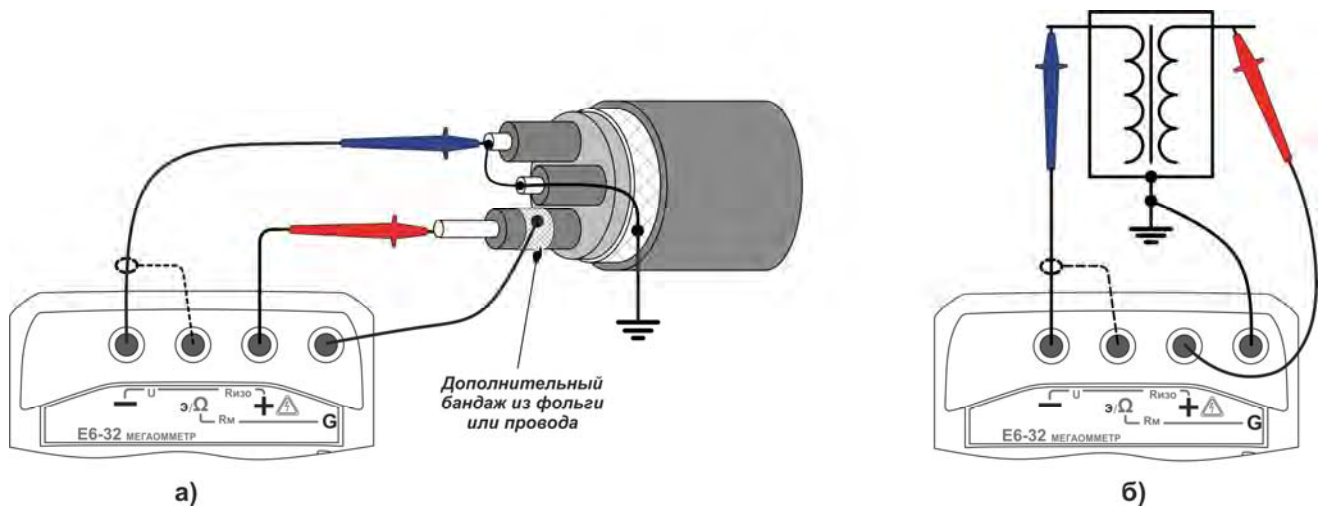

Рисунок 2.6 – Снижение влияния поверхностных токов утечки
*- обычно, если один из контактов измеряемого сопротивления заземлен (рисунок 2.6.а), то к нему рекомендуется подключать «-» мегаомметра. Однако, в случае неустойчивых показаний смена полярности подключения может обеспечить более стабильные показания.*